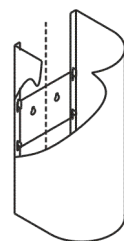
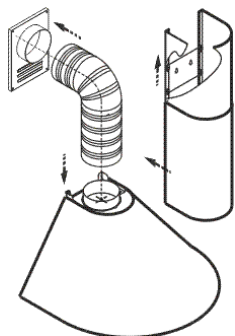

рис. 6
рис. 7
Разметьте центры отверстий для крепления верхней фальштрубы с кронштейном (рис.6). Снимите фальштрубы и просверлите два отверстия для установки дюбелей Ø8x40 мм и забейте их. Вверните два винта.
6.3 В зависимости от режима эксплуатации вытяжки соедините вентилятор с вентиляционной решеткой полужестким гофрированным воздуховодом (рис. 7) или установите на вентилятор угольные фильтры.
6.4 Установите фальштрубы (рис. 7). Выдвиньте верхнюю фальштрубу и навесьте ее через отверстия «замочная скважина», рис.6 (расположенные на кронштейне).